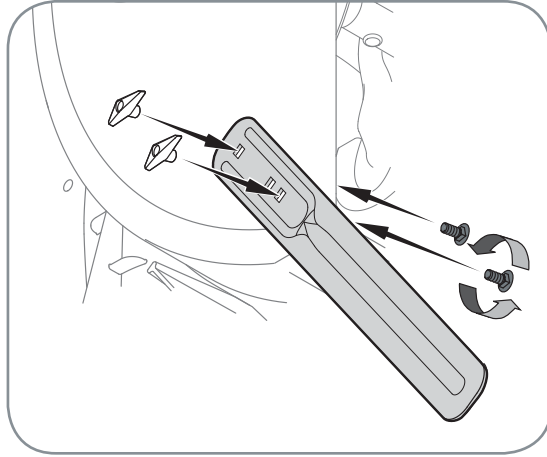

Figure 3-8
- Positionnez les barres de coupe pour qu'elles font face à l'avant comme illustré à la Figure 3-8.